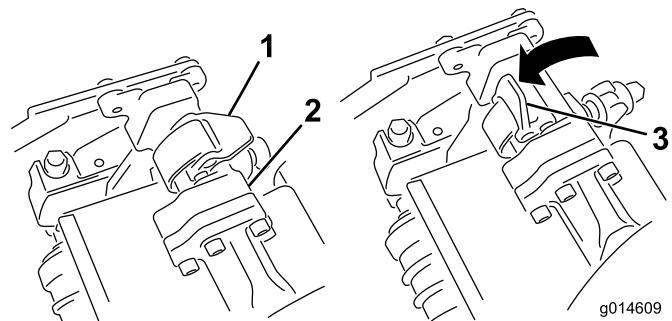
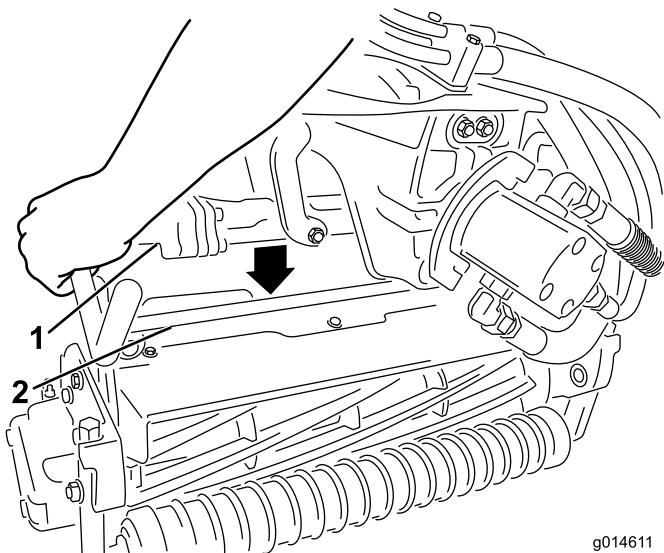

图33
图34
3. 当悬挂臂杆上的闩锁指向上方（即打开）时（图33），向下压悬挂臂，使悬挂臂杆与滚刀组顶部的横杆相契合（图34）。
4. 向下并绕着滚刀组横杆关闭闩锁，将它们锁定到位（图33）。
4. 打开您正在拆下的滚刀组悬挂臂上的闩锁 (图33)。